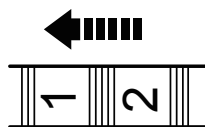

Fig. 9
>Rode a marcação rápida (2) para a esquerda (como visto da posição dos operadores) para aumentar a velocidade máxima (Fig. 9).